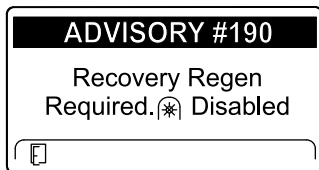

Bild 52
- Recovery regeneration required – power takeoff disabled ADVISORY #190 (Bild 52)